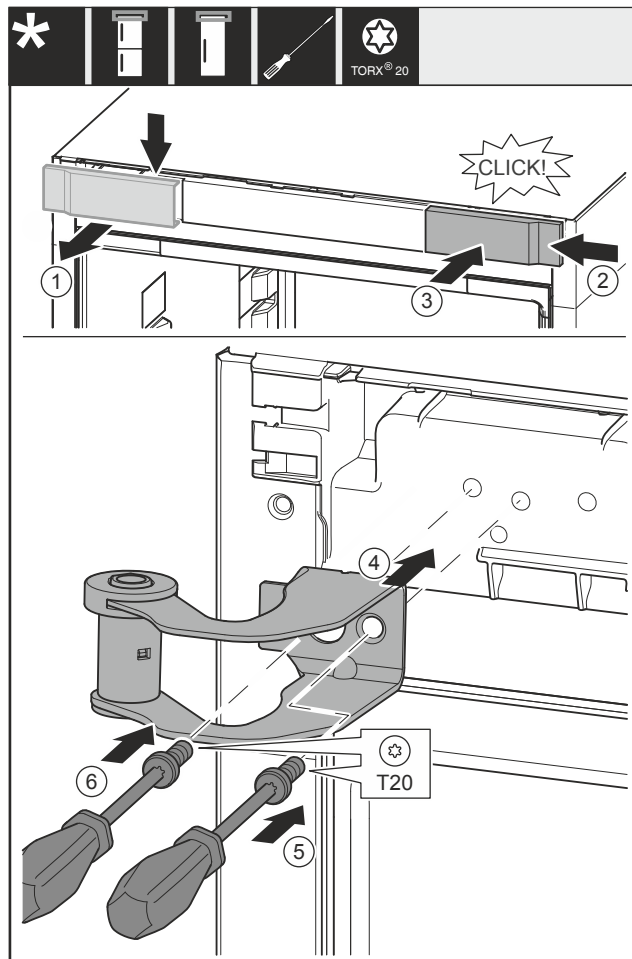

Fig. 35
- ▶ Wyjąć osłonę Fig. 35 (1) od góry do przodu.
- ▶ Założyć osłonę Fig. 35 (2) obróconą o 180° z drugiej strony od prawej.
- ▶ Zazębić osłonę Fig. 35 (3).
- ▶ Przyłożyć górną płytkę zawiasu Fig. 35 (4).
- ▶ Dokręcić śrubę Fig. 35 (5).
- ▶ Dokręcić śrubę Fig. 35 (6).